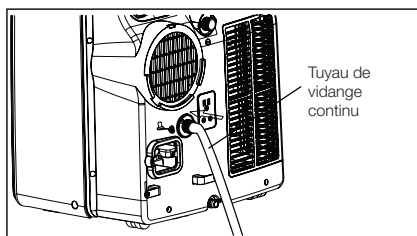

Fig. 26
2. En mode chauffage, vous aurez besoin de raccorder un tuyau de vidange à l'arrière de l'appareil, comme indiqué sur la Fig. 26.